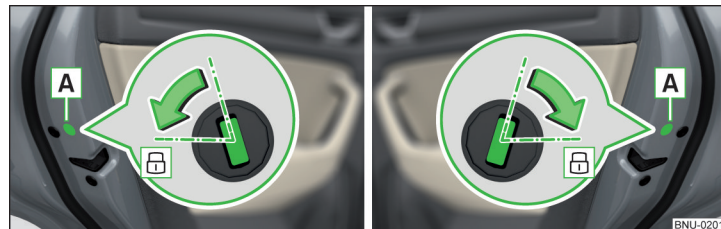

Fig. 325 Puerta izquierda / puerta derecha
- En vehículos con la visera **A**, eliminar esta visera » fig. 325.